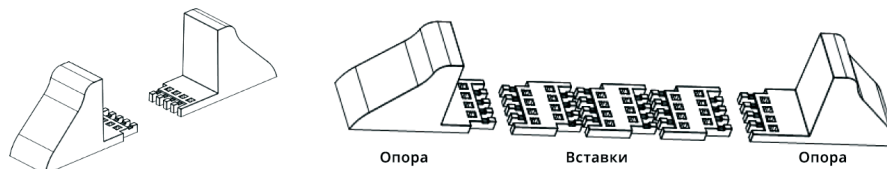

Рис. 2-1: Сборка опор и вставок
1. Извлеките опоры и вставки, затем соберите и установите опоры и вставки, как показано на Рис.2-1. Для установки ИБП без встроенных АКБ (версия Н) необходимо 4 опоры, для стандартных моделей со встроенными АКБ необходимы 4 опоры и 4 дополнительные вставки.